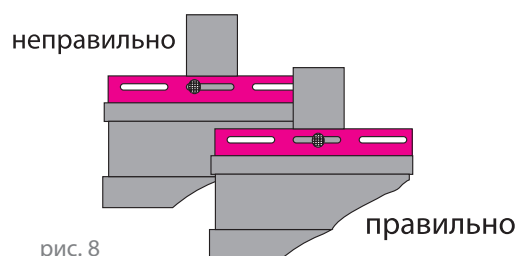

рис. 8
- ▷ Центр самореза должен быть в середине перфорированного отверстия (рис. 8);